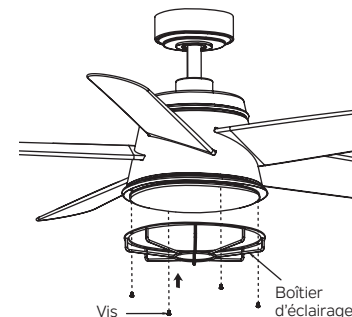

Fig. 23
Étape 3. Tenez le boîtier d'éclairage contre le boîtier de l'interrupteur, alignez-le avec 4 trous et serrez fermement avec 4 vis se trouvant dans le pack de matériel. (Fig. 23)